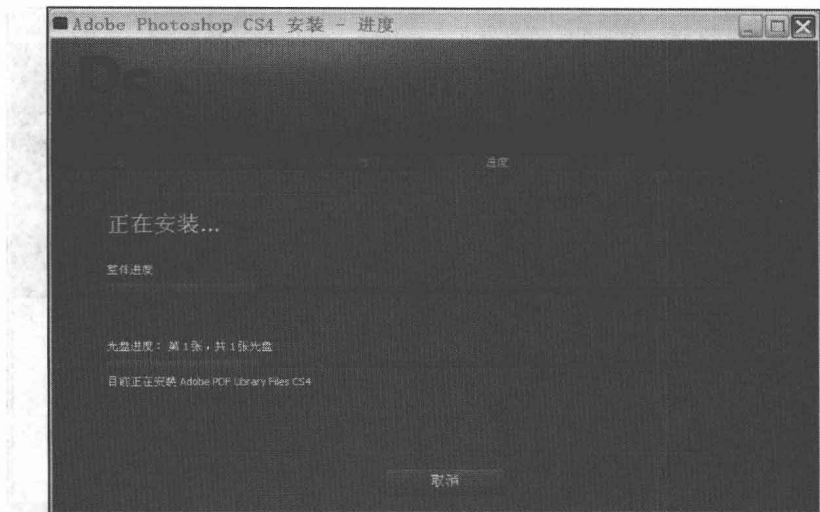

图 1-5 系统正在安装程序
(6) 如图 1-5 所示,Adobe Photoshop CS4 正在安装,单击“取消”,则停止安装文件。